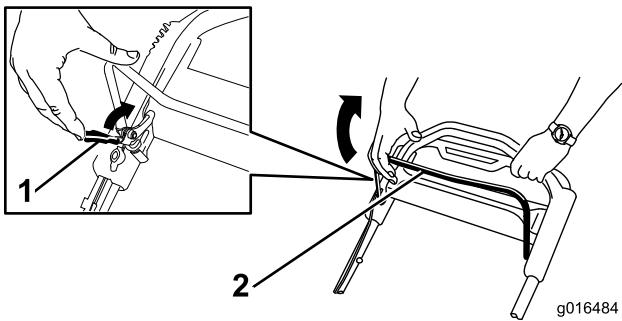

Рисунок 20
- Потяните фиксатор штанги управления ножом в сторону штанги (Рисунок 20).
2. **Медленно** потяните штангу управления ножом обратно к рукоятке (Рисунок 20).